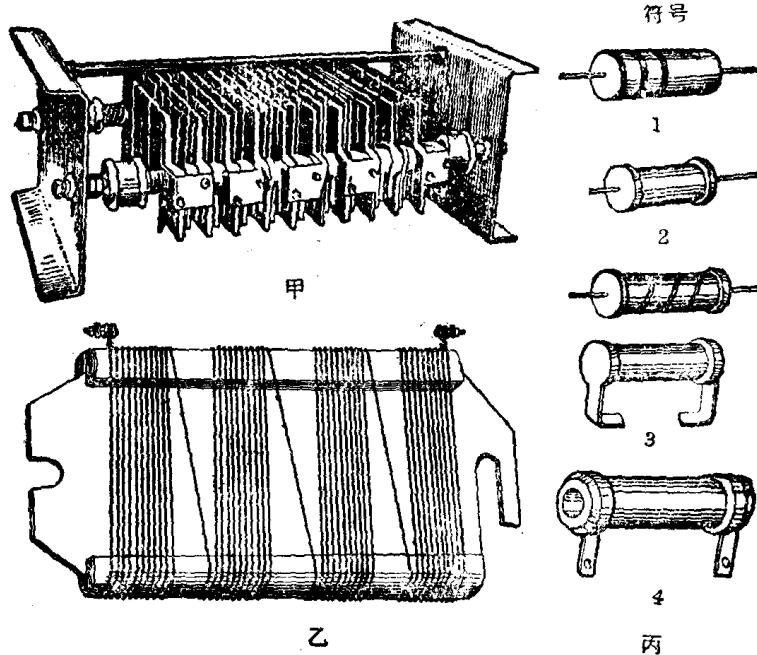

图1-6 固定电阻
1. 铸铁电阻。ZX 1 系列铸铁电阻（图 1-6 甲）由铸铁浇铸成曲折蜿蜒的栅形元件串联叠成。适用于交流 50 赫芝电压 500 伏及直流 440 伏的电路中，主要作为电动机的启动、制动及调速用。这种电阻一般阻值小，允许通过电流最大达 215 安。
2. 板形电阻。JZBY型(ZB2)板型电阻片(图1-6乙)主要作为异步电动机的起动电阻及用在鼠笼异步电机的反接制动线路来限止电流，亦可供小容量电动机调速用。板形电阻片允许通过的电流一般比铸铁电阻小。
3. 小功率电阻(图1-6丙)。用于晶体管、电子管电路中。合成炭质电阻(色环电阻，丙1)稳定性差，已逐渐淘汰。金属膜电阻(丙2)比炭膜电阻(丙3)更稳定，用于要求较高的线路中。线绕电阻(丙4)适用于功率较大的场合。